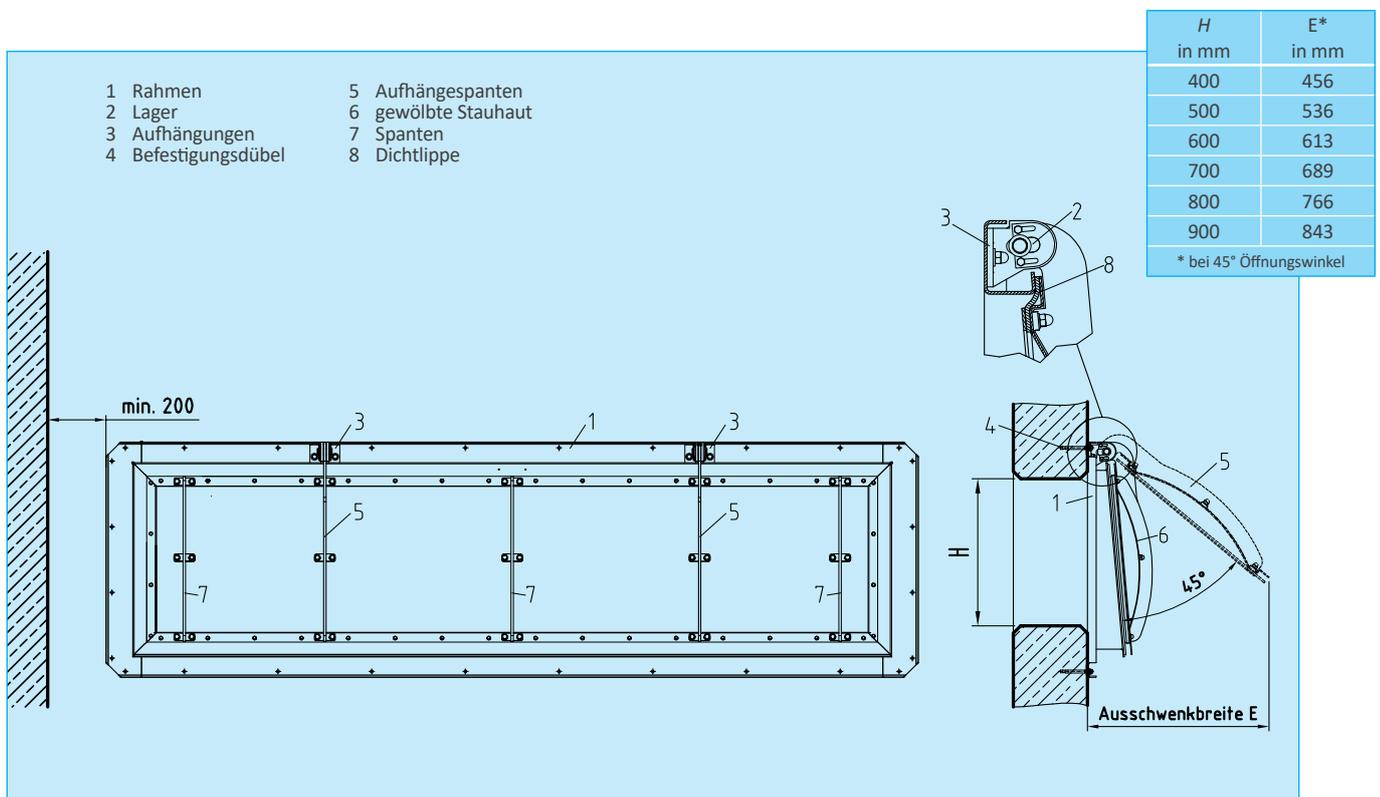

Bild 2: Konstruktion der Spantenklappe UFT-FluidFrame
Bild 2 zeigt den Aufbau der Spantenklappe. Der Rahmen (1) sitzt vor der Bauwerksöffnung und ist gegen die Wand gedübelt. Die Aufhängungen (3) für die Lager (2) des beweglichen Teils der Klappe sind Platz sparend auf dem Rahmen aufgebracht. Die gewölbte Stauhaut (6) des Klappenkörpers ist mit Spanten (7) verstärkt. Die Anzahl der Spanten richtet sich nach der Länge der Öffnung und der zu erwartenden Sperrdruckhöhe. Zwei der Spanten sind zu Aufhängespanten (5) verlängert. Die Klappe ist mit einer elastischen, rundumlaufenden Gummidichtlippe (8) versehen, die zuverlässig gegen den Rahmen abdichtet.
Bei Rückstau vom Unterwasser wird die Klappe leicht in den Rahmen gedrückt und die überstehende Dichtlippe dichtet sofort gegen den Rahmen ab. Mit zunehmendem Rückstau steigt dann auch der Anpressdruck, siehe **Bild 1d** und Detail in **Bild 2**. Die Leckraten der Dichtheitsklasse 3 nach DIN 19 569 Teil 4 (2000) können in der Regel eingehalten werden.
mithilfe eines Krans in das Bauwerk eingebracht werden kann. Abhängig von der Höhe der Öffnung und somit dem maximalen Volumenstrom je Schwellenmeter sollte genügend Platz zum Ausschwenken der Klappe berücksichtigt werden, siehe Tabelle in **Bild 2**.